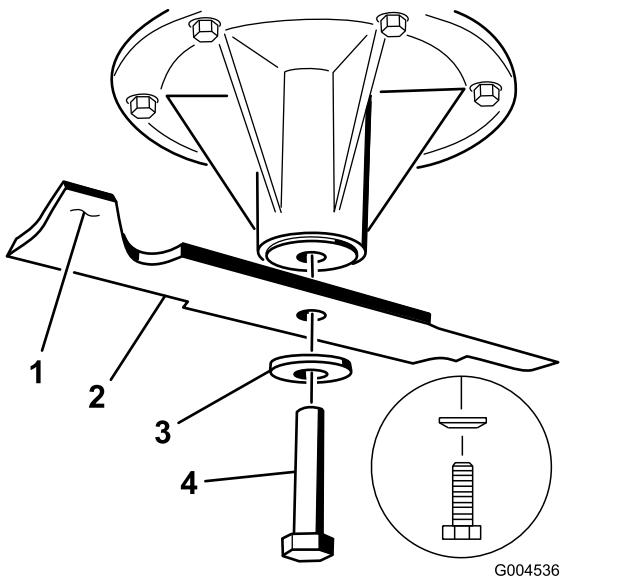

Figura 80
2. Retire a cavilha da lâmina, a anilha curva, e a lâmina do eixo (Figura 80).